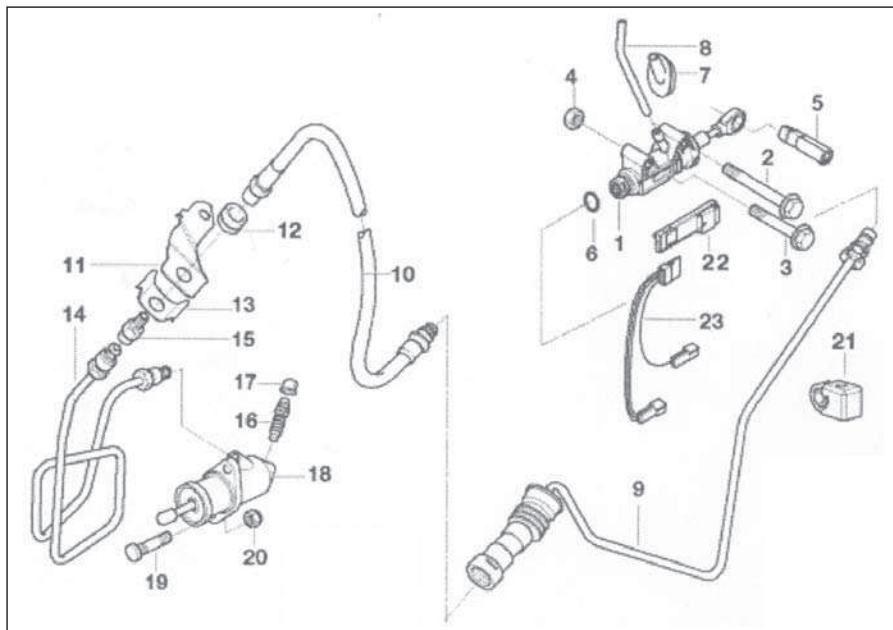

Рис. 10.2. Привод сцепления:
Систему привода сцепления необходимо прокачивать с привлечением специальных приспособлений на СТОА. В экстренных случаях система прокачивается через штуцер (16, см. рис. 10.2) удаления воздуха на рабочем цилиндре (18) привода сцепления, установленного на картере РКПП.